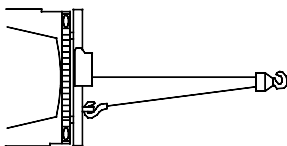

Fig. 7
3. Duplique la línea con un bloque de poleas (vea la Fig. 7) para reducir la carga sobre el cabrestante, el cable de alambre y la batería. Duplicar la línea también reducirá la velocidad de línea del cabrestante. Asegúrese que todo el equipo usado soporte el máximo de tiro de línea nominal del cabrestante. Cuando duplique la línea, los bloques de poleas deben estar clasificados a un mínimo de dos veces el tiro de línea nominal del cabrestante.